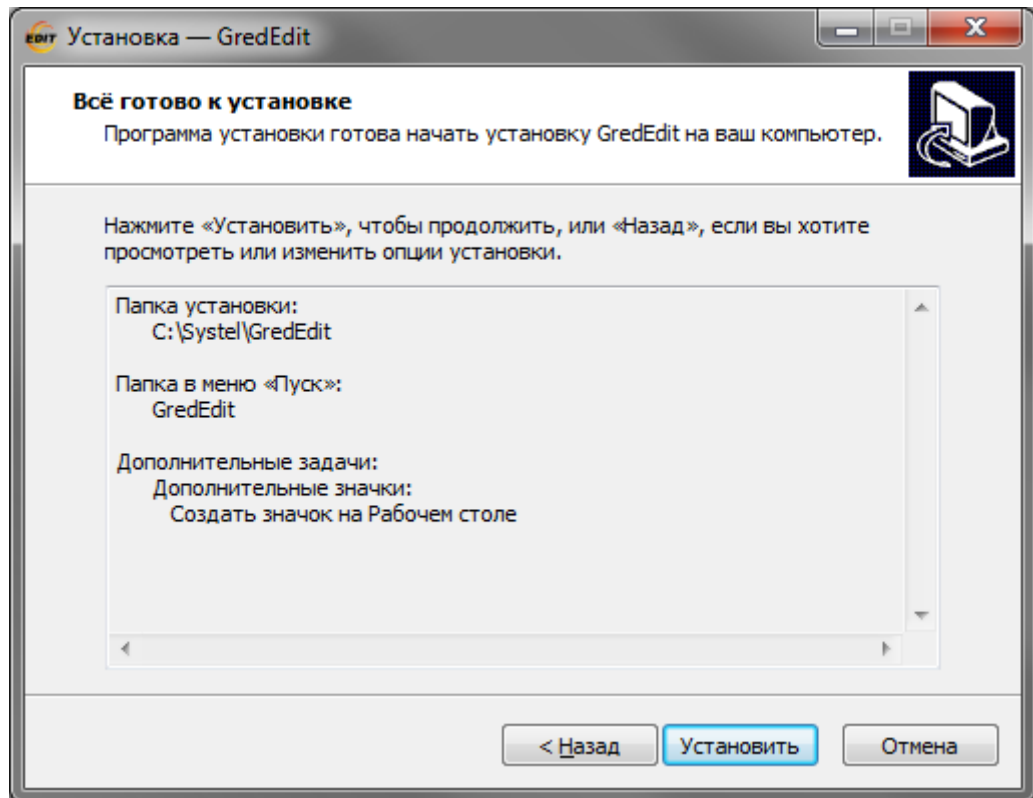

Рисунок 3.8 – Окно «**Все готово к установке**»
7. В появившемся окне **«Все готово к установке»**, можно просмотреть все заданные ранее опции: Папка установки, Папка в меню «Пуск», Дополнительные задачи (Рисунок 3.8). Чтобы продолжить установку редактора нужно нажать кнопку **«Установить»**. Чтобы изменить опции установки, нужно вернуться к предыдущим окнам мастера установки с помощью кнопки **«Назад»**.